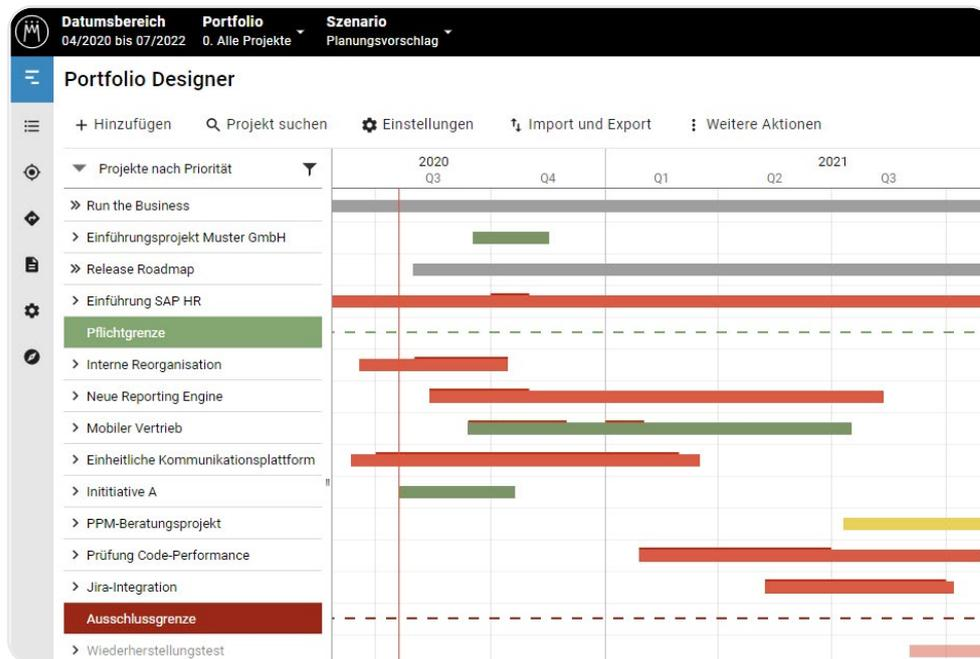

Abbildung 10: Als Entscheidungshilfe bei der Planung werden die Projekte nach ihrem Gewinnbeitrag eingefärbt.
- Färben Sie den Gantt-Bereich beispielsweise nach Geschäftsbereich oder strategischen Projektkriterien ein (siehe Abbildung 10).